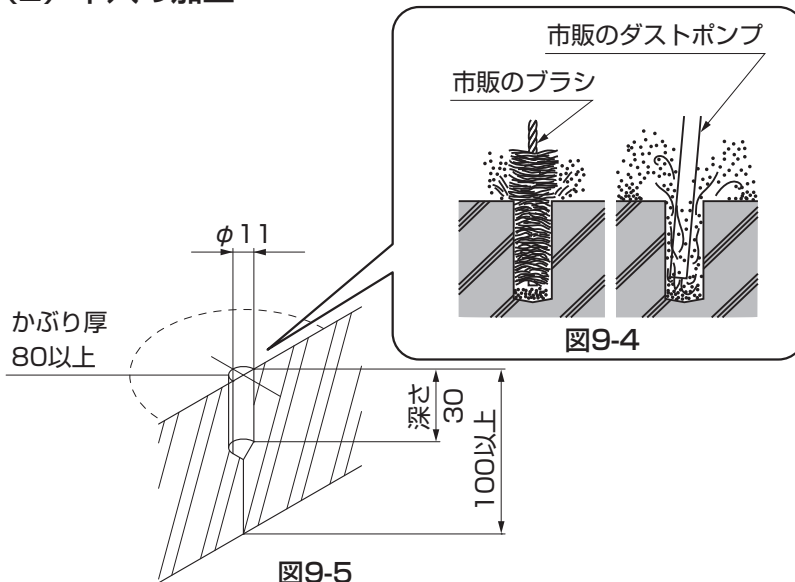

図9-5
①引戸本体を取外し、φ11のドリルで基礎部に必要な深さの穴をあけてください。(図9-5参照)